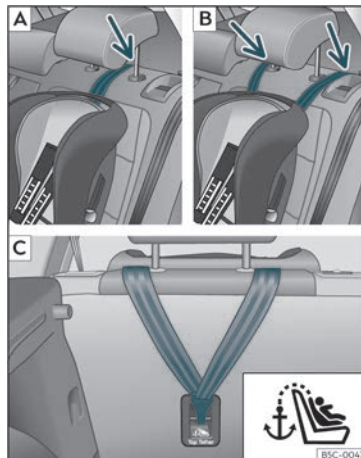
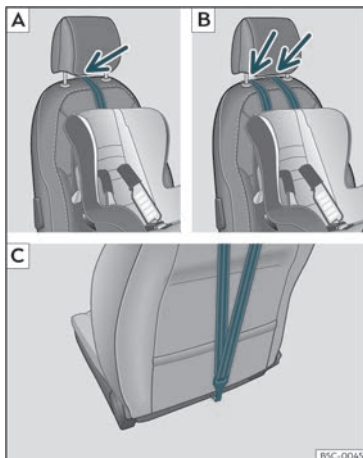

Fig. 33 Asentos traseiros: axuste e montaxe en función do cinto Top Tether.
Fig. 34 Asento do acompañante: axuste e montaxe en función do cinto Top Tether.
deira, levante ou retire o repousacabezas se é necesario)»» fig. 33 [A]/[B], »» fig. 34 [A]/[B].
- Deslice a correa e fíxela correctamente coa áncora da parte traseira do respaldo »» fig. 33 [C], »» fig. 34 [C].